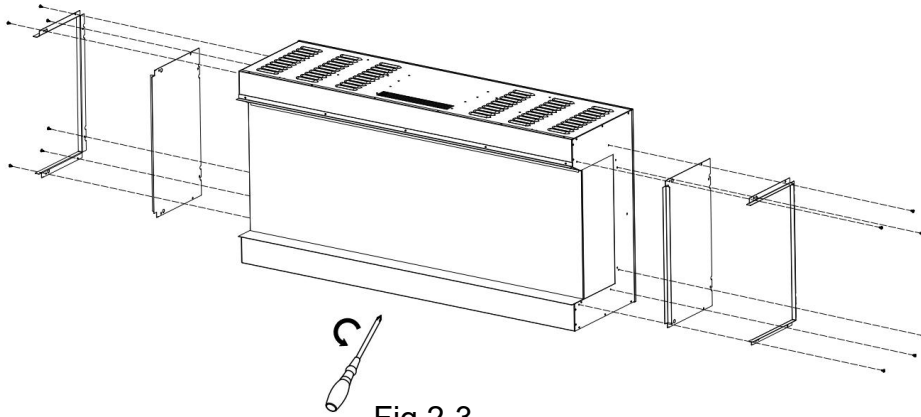

Fig.2-3
2. Verwijder de beugels en panelen als u de haard van drie kanten wilt bekijken. Fig.2-3